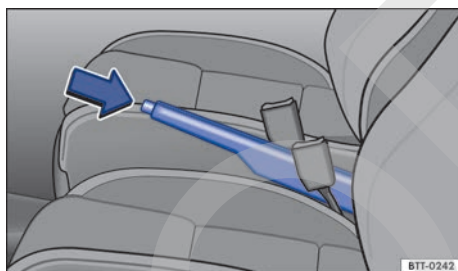

Fig. 143 Entre los asientos delanteros: freno de mano.
- Tire de la palanca del freno de mano con fuerza hacia arriba manteniendo el botón presionado → fig. 143 (flecha).
- El freno de mano está puesto si, con el encendido conectado, se enciende el testigo de control (P) en el cuadro de instrumentos → pág. 187.
- Tire ligeramente de la palanca del freno de mano hacia arriba y presione el botón de bloqueo → fig. 143 (flecha).